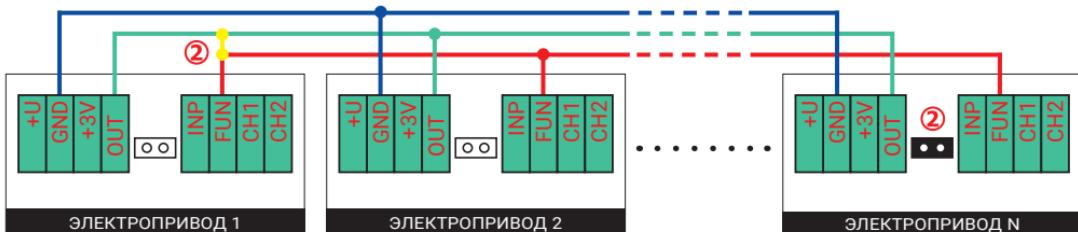

Рис. 2. Объединение в систему нескольких шаровых электроприводов из серий GIDROLOCK WINNER RADIO и GIDROLOCK WINNER
К основному устройству возможно подключение нескольких электроприводов (рис. 2).
**ВНИМАНИЕ!** В одном из электроприводов соедините между собой **клеммы OUT и FUN** или установите **джампер** (2) (рис. 2, фото 6).